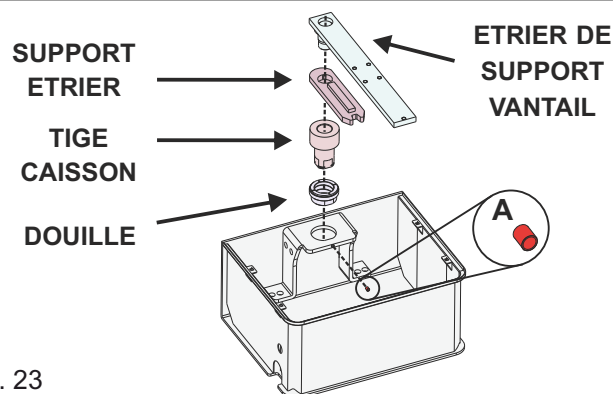

Fig. 23
6.1. Insérez la douille coulissante dans le caisson et fixez-la avec la vis appropriée «A» (Fig. 23)
6.2. Insérez tous les composants comme indiqué sur la Fig. 23